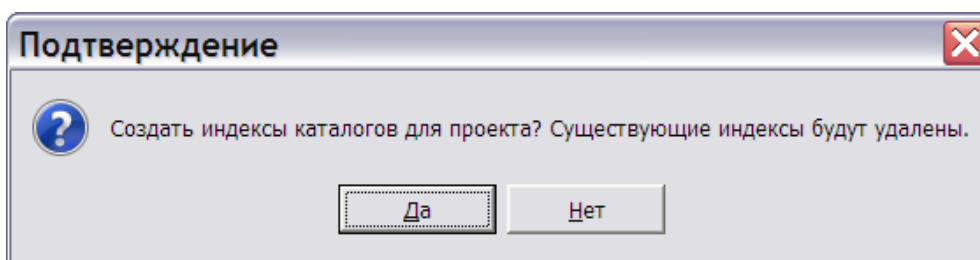

Рис. 6.90
4. Нажмите на кнопку . После этого появится окно с запросом подтверждения создания индексов (Рис. 6.90).